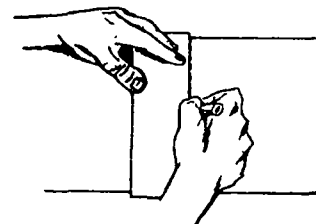

FIG. 2
2.º Passo – Marque o comprimento do tubo a ser serrado (fig. 2).